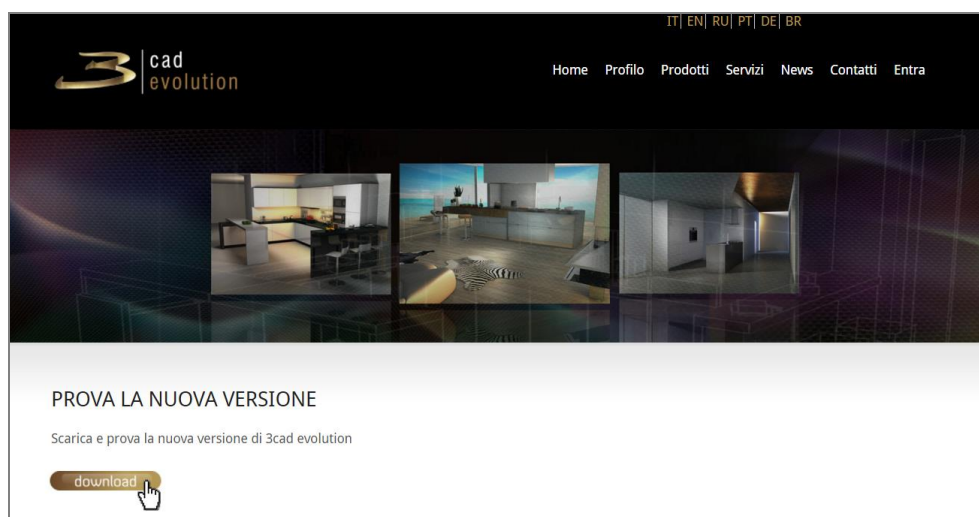

Figura 2.1: Download.
**eCadLite** può essere scaricato dal sito <http://www.3cadevolution.it/try-version>, figura 2.1.